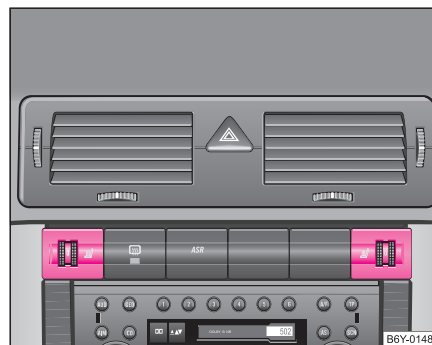

Fig. 50 Tabloul de bord: Regulator rotativ pentru încălzirea scaunelor din față
- Prin rotirea regulatorului corespunzător ⇒ fig. 50 puteți porni și regla încălzirea scaunului conducătorului sau al pasagerului din dreapta.